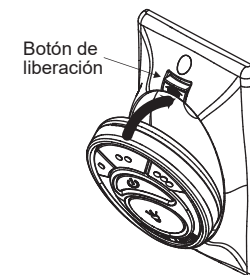

Fig. 25
1. Inserte el transmisor en la placa de pared colocando primero la parte inferior del transmisor y presionando luego la parte superior del transmisor dentro del bolsillo. El transmisor funcionará perfectamente desde este lugar o usted puede quitar el transmisor y utilizarlo como dispositivo "manual". (Fig. 25)